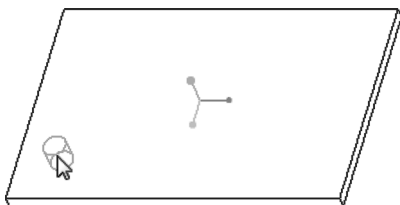

图 5-83 选择小圆柱体
2) 在模型窗口中选择图 5-83 所示的小圆柱体,接着在功能区的“模型”选项卡的“编辑”组中单击  (阵列) 按钮,打开“阵列”选项卡。